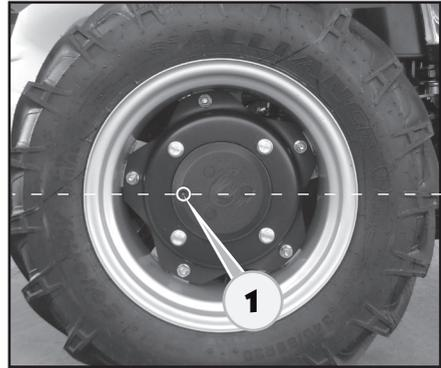

Abb. 6.17
1. Den Traktor so positionieren, dass sich der Stopfen (1) waagrecht zur Radachse befindet (Abb. 6.17).